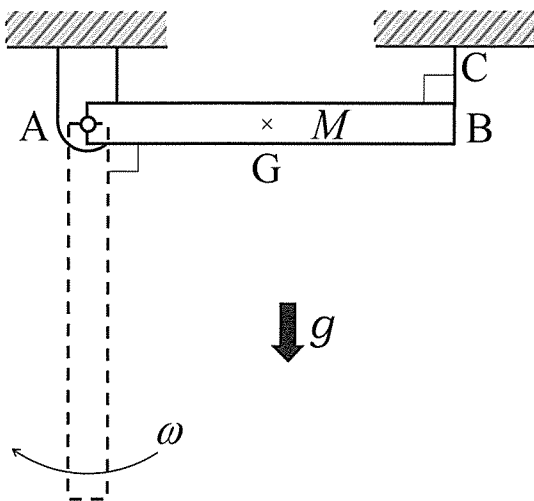

図1
I 図1に示すように、長さ L 、質量 M の細長い一様な剛体棒ABが端点Aでピン支持されている。剛体棒ABは端点Bで水平方向に対して直角につながれた糸BCによって水平状態にある。このとき、次の(1)～(7)の問いについて答えよ。ただし、重力加速度を g 、剛体棒ABの重心Gに関する慣性モーメントは $I_G = ML^2/12$ で与えられる。
- (1) ピン支持点Aに関する剛体棒ABの慣性モーメント I_A を、 M 、 L を用いて示せ。
- (2) 図1の実線に示すように剛体棒ABが平衡状態にあるとき、糸BCの張力 T を、 M 、 g を用いて示せ。
- (3) 糸を静かに切り離した後、剛体棒ABは回転運動を始めた。剛体棒ABが 90° 回転し図1の点線の位置に到達した。このときの剛体棒ABの回転角速度 ω を、 M 、 g 、 L 、 I_A を用いて示せ。